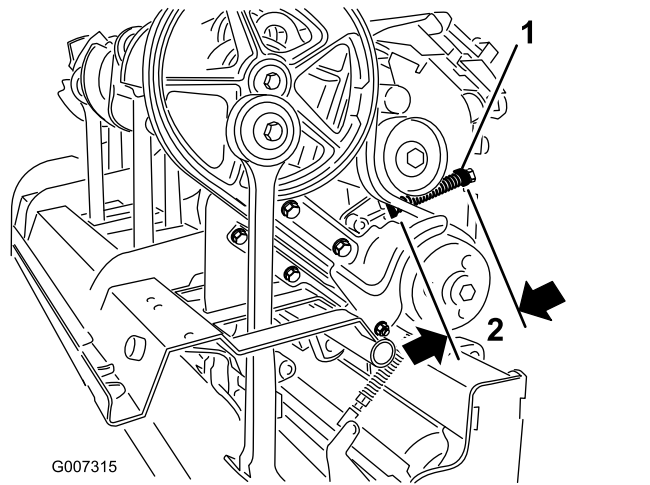

图35
C. 拧松固定弹簧定位器的锁紧螺母 图35。
- D. 调节弹簧定位器获得所需的压缩弹簧长度 图35。